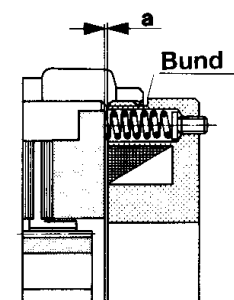
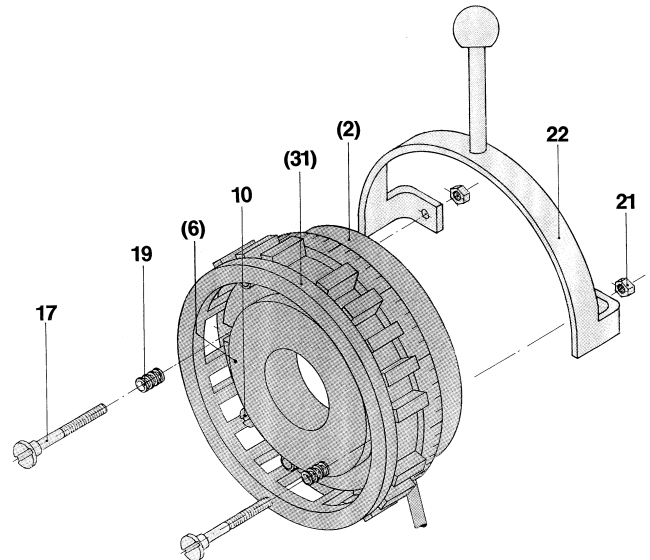

Bild 2
Bild 3
| 10 Ansatzschraube (Bild 3)                                   | 59 Klemmschraube             |
- Zahnabe (1) auf Welle montieren und axial sichern. Beschädigung der Verzahnung vermeiden. Die Zahnabe (1) ist so zu montieren, dass die Verzahnung des Rotors (35) auch nach Verschleiß der Reibbeläge (8) vollständig im Eingriff bleibt.
- Rotor (35) von Hand auf die Zahnabe (1) schieben. Rotorbund zeigt in Richtung Bremse. Auf Leichtgängigkeit der Verzahnung achten.
- Bremse anschrauben durch mitgelieferte Befestigungsschrauben (13), mit Federringen (28) sichern. Beachten Sie die Schraubenanzugsmomente nach Tabelle 1. Luftspalt "a" kontrollieren. Bild 2. Nennluftspalt "a" nach Tabelle 2 muss vorhanden sein. Die Ansatzschrauben (10) Bild 3 verhindern ein Auseinanderfallen der Einzelteile. Sie beeinträchtigen die Funktion der Bremse nicht und sollten bei der Montage nicht entfernt werden.
Der Arbeitsluftspalt "a" zwischen Verbundanker (6) und Spulenträger (2) wird werkseitig auf das Nennmaß eingestellt, Bild 2. Infolge Abnutzung des Rotors (35) vergrößert sich jedoch dieser Luftspalt "a". Durch Verdrehen des Gewindedistanzringes (31) kann der Nennluftspalt wieder hergestellt werden. Die Nachstellung muss spätestens dann erfolgen, wenn der maximal zulässige Arbeitsluftspalt nach Tabelle 2 erreicht ist.
2. Befestigungsschrauben (13) lockern.
3. Klemmschraube (59) und Sicherungsblech (58) lösen.
4. Gewindedistanzring (31) gegen den Uhrzeigersinn verdrehen (Blickrichtung auf Bremsenrückseite). Verdrehen des Distanzringes (31) um 1 Teilstrich der eingepprägten Skala entspricht einer Luftspaltnachstellung von 0,05 mm.
5. Befestigungsschrauben (13) anziehen, Anzugsmomente nach Tabelle 1 beachten.
6. Klemmschraube (59) anziehen.
Eine Nachstellung kann so oft wiederholt werden, bis der Gewindedistanzring (31) am Bund des Spulenträgers (2) anliegt, Bild 2. Diese Anlage verhindert eine unzulässige Abnutzung des Rotors (35). Ist keine Nachstellung mehr möglich, muss der Rotor (35) ausgewechselt werden. Rotordicke im Neuzustand und Dicke nach maximaler Abnutzung entnehmen Sie unten stehender Tabelle 2.